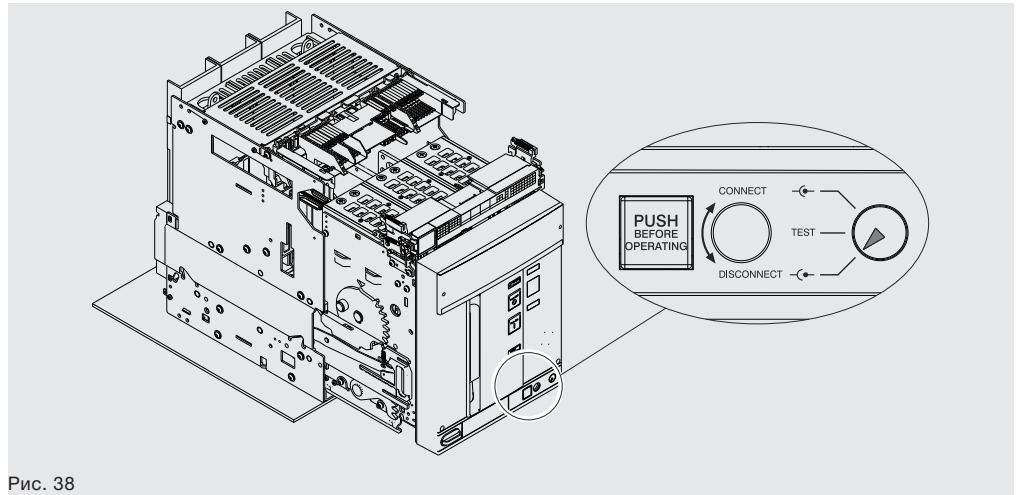

Рис. 38
5. Убедитесь, что индикатор положения подвижной части находится в положении «Выкачен (DISCONNECT)». См. Рис. 38.